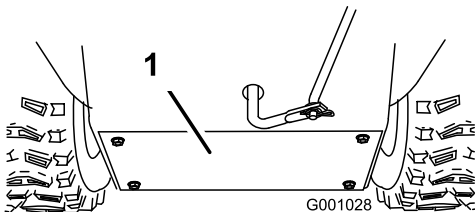

**Bild 50**
Schmieren Sie die Sechskantwelle mit Kfz-Öl leicht einmal pro Jahr ein (Bild 50).
**Wichtig:** Achten Sie darauf, dass kein Öl auf das Gummirad oder die Aluminium-Abriebsplatte gelangt, da der Fahrtrieb sonst rutscht (Bild 50).